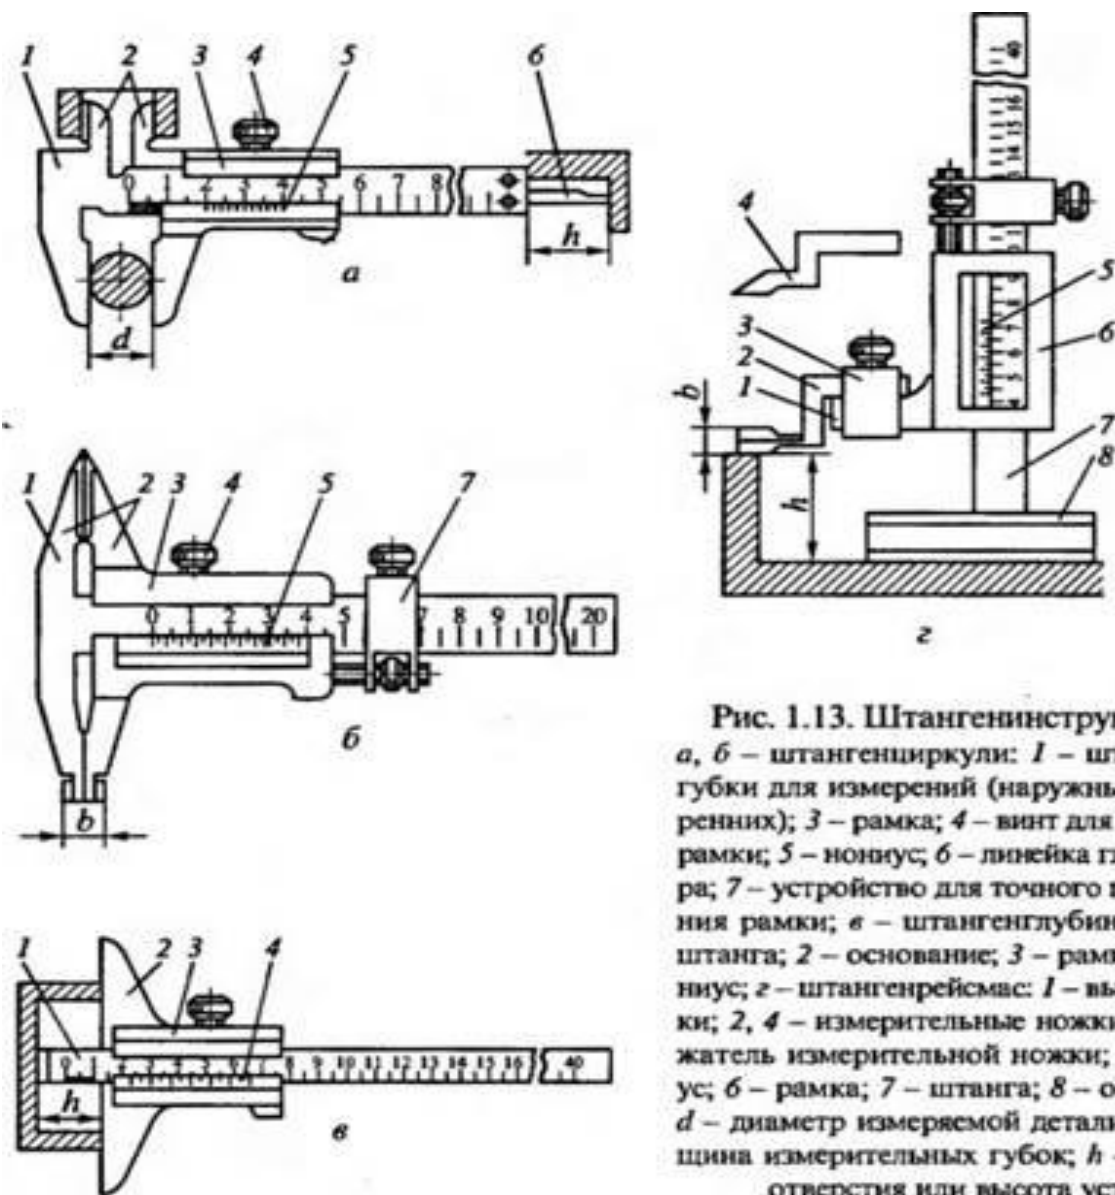

Рис. 1.13. Штангенинструменты:
По штанге штангенциркуля ШЦ-1 (см. рис. 1.13, а) перемещается рамка 3 со вспомогательной шкалой (нониусом) 5. Шкала нониуса выполнена непосредственно на рамке, которая может закрепляться в заданном положении при помощи стопорного винта 4. К рамке штанги прикреплен линейка
**Штангенциркуль ШЦ-11** (см. рис. 1.13, б) имеет двустороннее расположение губок. Так же как и штангенциркуль ШЦ-1 он состоит из штанги 1 с неподвижными губками и рамки 3 с подвижными губками. Одна пара губок 2 предназначена для измерения наружных и внутренних размеров. Вторая пара губок 2 имеет остро заточенные концы и используется для разметки. У штангенциркуля ШЦ-11 отсутствует линейка для измерения глубины отверстий, но имеется специальное устройство 7 для точного перемещения рамки по штанге.
**Штангенглубиномер** (см. рис. 1.13, в) предназначен для измерения глубины пазов и отверстий. Он состоит из основания 2, выполненного за одно целое с рамкой 3. В пазу основания перемещается линейка – штанга 1. На штанге может быть установлено устройство микрометрической подачи, которое обеспечивает более высокую точность измерения (на рис. 1.13, в устройство микрометрической подачи не показано). Измерение глубины отверстий и пазов производится следующим образом:
- положение линейки штангенглубиномера относительно основания с рамкой фиксируют стопорным винтом 4 (см. рис. 1.13, а);
**Штангенрейсмас**(рис. 1.13, г) применяют для разметки, но он может быть использован и для измерения высоты деталей, установленных на плите.